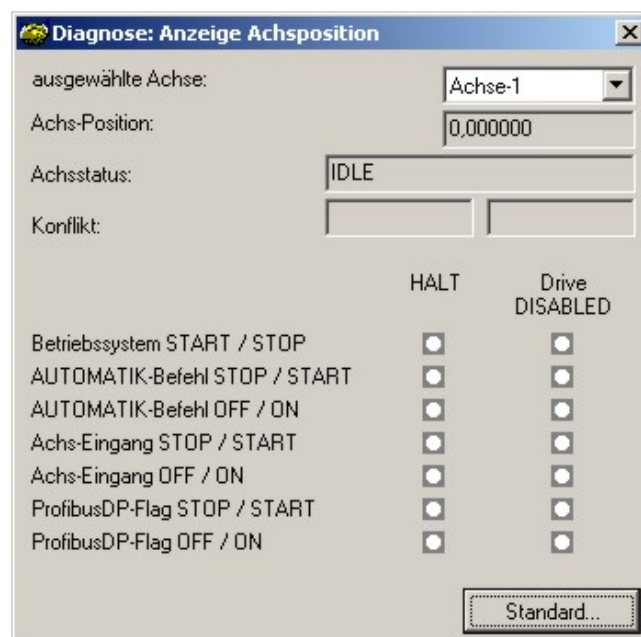

Abbildung 2: Diagnosefenster „Achspannung“
- Die Funktion "ON-ACHSE" kann nur wirksam werden, wenn keine Aktivierung zur Funktion "OFF-ACHSE" ansteht (z.B.: Eingang "OFF-ACHSE" nicht bestromt), siehe dazu *Abbildung 2*.
HINWEIS Wird der Befehl "START-An" auf eine Achse angewandt die gerade in Position ist (OPERATIONAL) oder läuft (ACTIVE), so hat der Befehl keine Auswirkung auf die Achse und den Status der Achse, siehe dazu *Abbildung 2, Seite 91*.